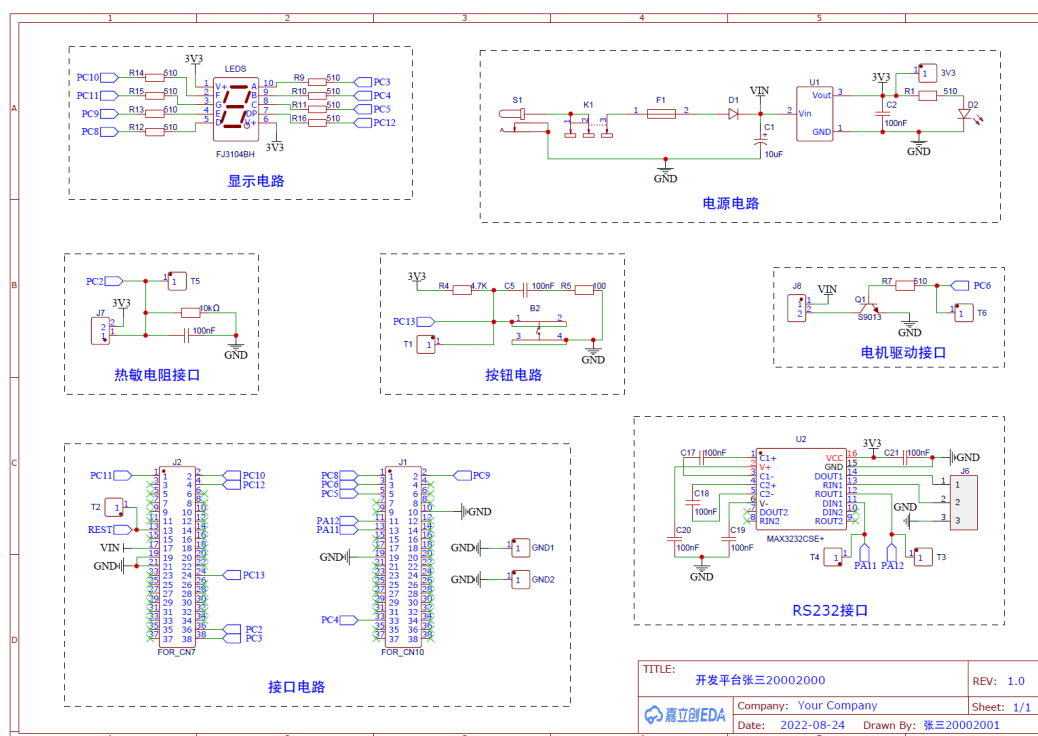

图 1
打开“SCH.PDF”，可以看到开发平台原理图如图 1 所示（原理图是课程使用的自动控制硬件平台的原理图）。本次实验任务是用嘉立创 EDA 软件绘制并校验原理图。**注意：**嘉立创 EDA 软件的使用，请认真查看提供的软件技术资料，或查阅嘉立创网站相关技术资料。
- 以附件形式提交导出的原理图 PDF 文档；以图片形式提交完整原理图（参考图 1）。